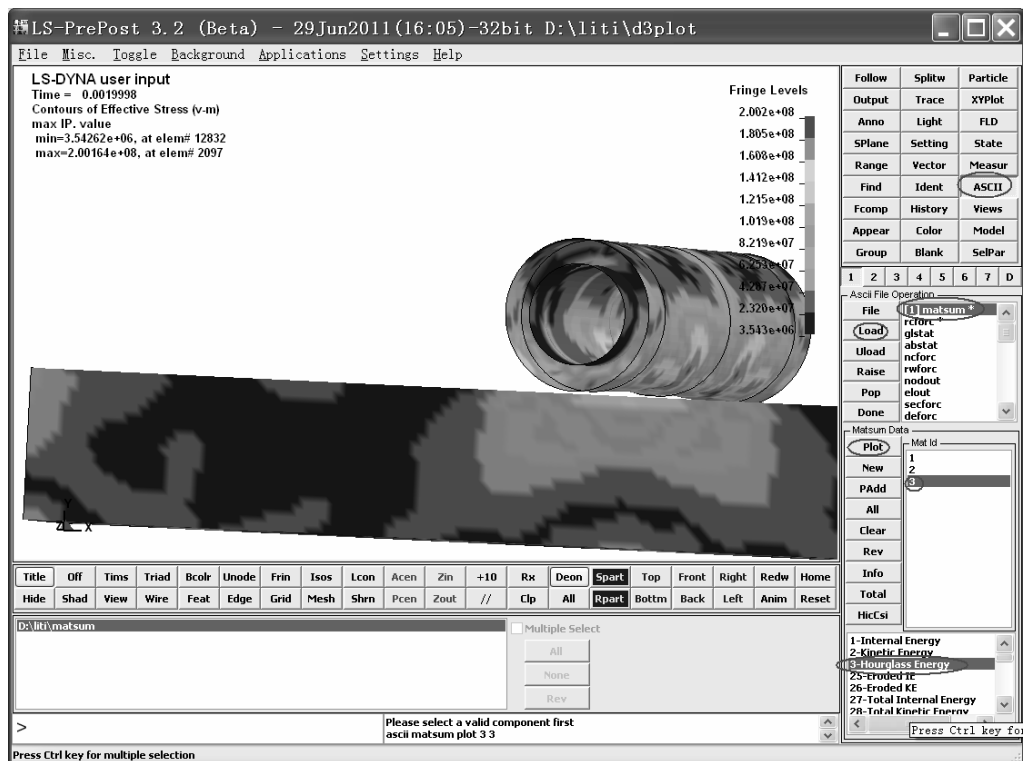
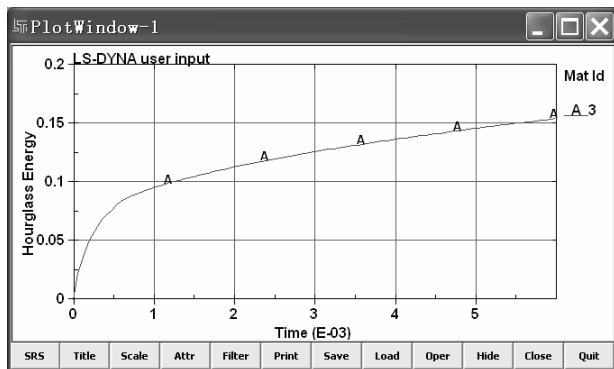

图 8-30 提取 Part 的沙漏能
图 8-31 “PlotWindow-1”窗口，被选 Part 的沙漏能随时间的变化
(5) 如图 8-30 所示，用鼠标左键单击操作界面右侧的“ASCII”，继续单击选中“matsum\*”（图 8-30 中显示为“(1) matsum\*”），单击“Load”按钮，再单击选中“3”，接着单击选中“3-Hourglass Energy”，最后单击“Plot”按钮，弹出“PlotWindow-1”窗口（见图 8-31）。
(6) 图 8-31 的曲线表示 Part3 的沙漏能随时间的变化。用相似的方法也可以提取接触力等信息。关闭“PlotWindow-1”窗口。